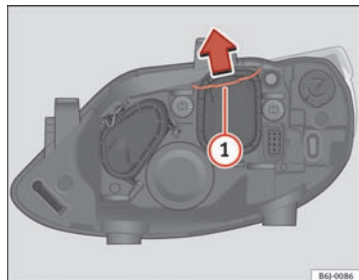

Fig. 153 Nærlys
- Forskyd holderen ⇒ Fig. 153 ① i pilens retning, og tag dækslet af.